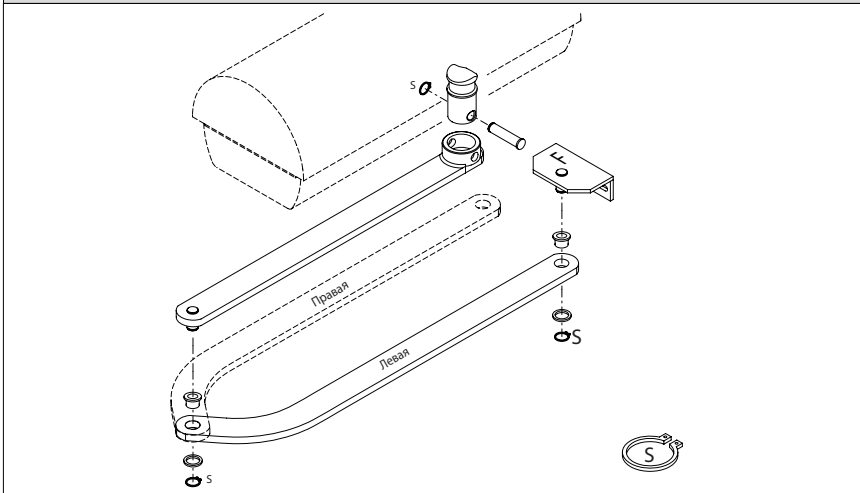

Рис. 7
- Вставьте квадрат первого рычага в выходную ось редуктора и закрепите его (рис.7).